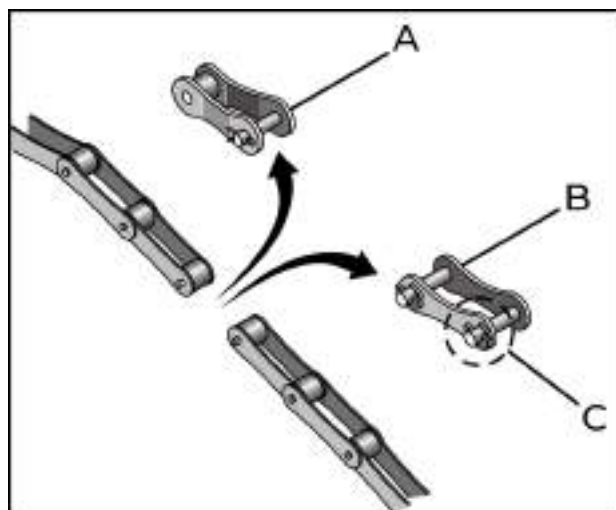

fig. 44
As correntes de transmissão saem de fábrica pré-ajustadas de acordo com a distância entre eixos das rodas dentadas. Eventualmente se for necessário alguma manutenção ou reparo de emendas (B) ou reduções (A), retire o contrapino (C), fazendo a retirada do número de emendas, reduções ou elos avulsos (fig. 44).